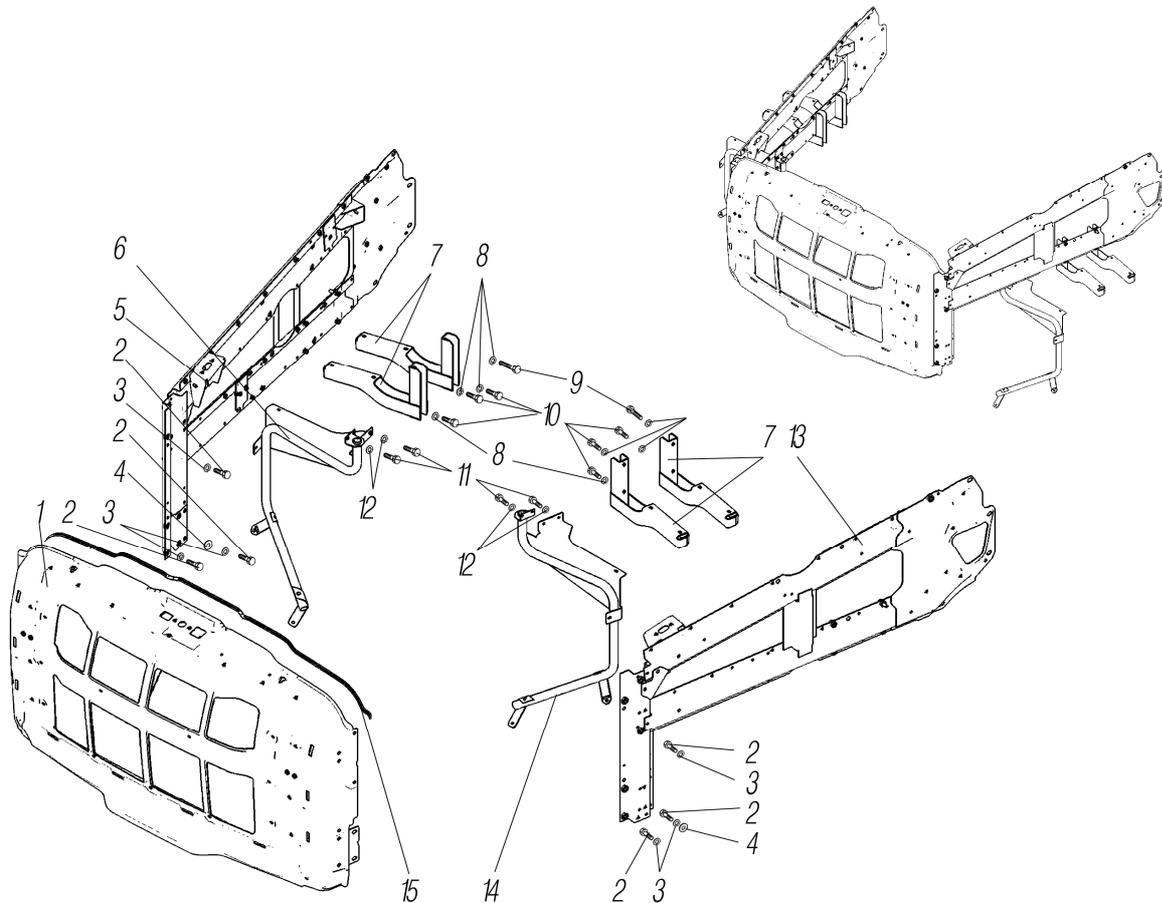

Рисунок 7.48
*³ В состав сборки входят сборочные единицы см. рисунок 7.48, 7.49, 7.51, 7.54
The item consists of the assembly units see Fig. 7.48, 7.49, 7.51, 7.54